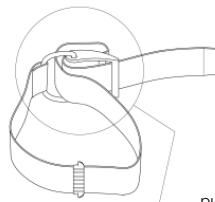

рис. 2-4
1. Поворачивайте пряжку до тех пор, пока она не встанет в открытое положение. Протяните ремень вокруг пластиковой пряжки как это показано на рисунке (рис. 2-4), намочите ремень перед тем, как зафиксировать его на баллоне и отрегулируйте его длину (рис. 2-7).